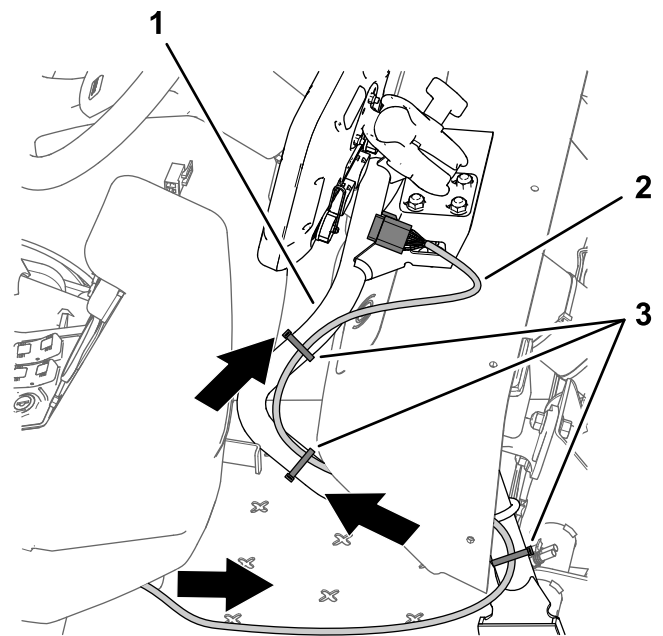

図 207
1. データ用ハーネスの 220 cm の枝線 26ソケットのついている枝線を、ダッシュパネルに導く 図 207。
4. データ用ハーネスの 220cm の枝線に十分なるみがあること、モニタの位置調整ができるだけの余裕があることを確認し、図 207のようにハーネスをサポートチューブにケーブルタイで固定する。